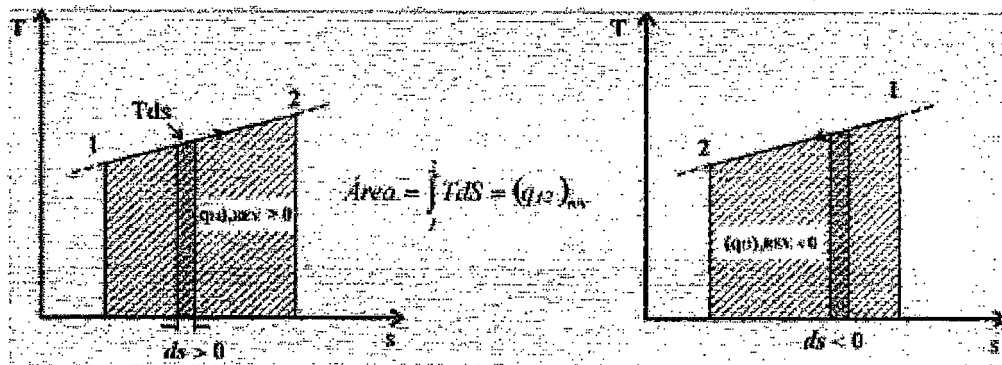

Figura 8.12
Cuando un proceso que se lleva a cabo se realiza en forma internamente reversible, la transferencia de calor durante el proceso, se puede representar por medio del área bajo la trayectoria del proceso (Figura 8.12), el diagrama se llama (T-s), donde en ordenadas se mide la temperatura en una escala absoluta, es decir en grados Kelvin (K) y en abscisas la entropía. La fig. ilustra un proceso internamente reversible entre los estados 1 y 2, en este caso con variación de temperatura del sistema, pero puede darse el caso en que la temperatura se mantenga constante.